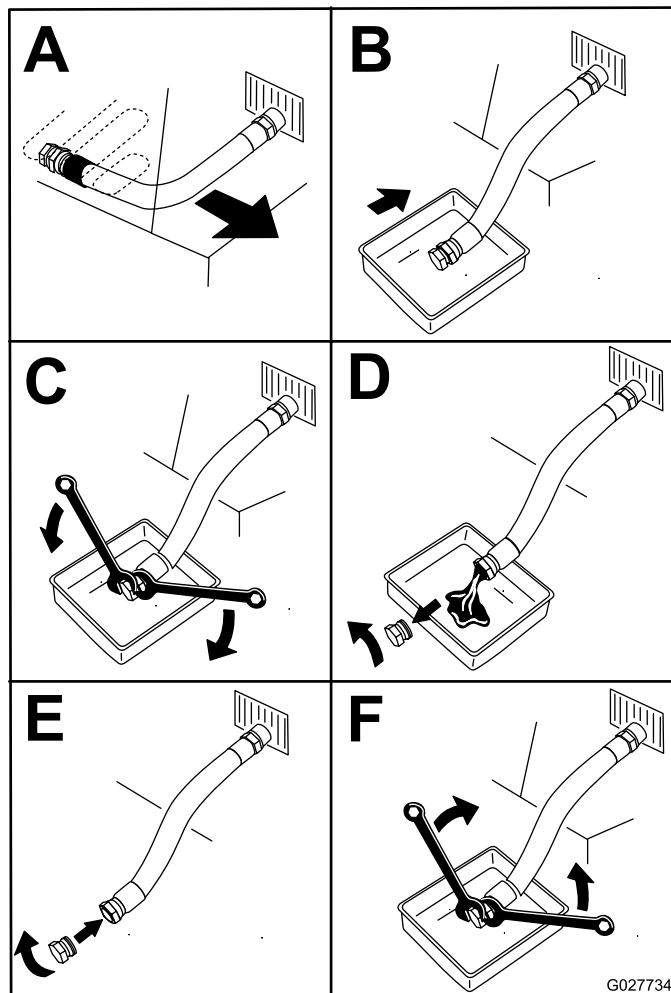

Figura 47
5. Drene el aceite del motor (Figura 47).